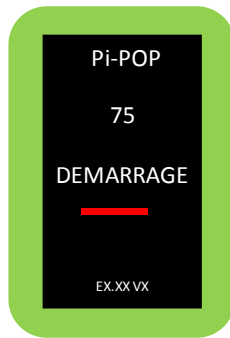

Figure 7.1 : Écran de démarrage obtenu après avoir pédalé 2-3 minutes avec un vélo totalement déchargé.
- 2) Vous devez voir s'afficher le mot « démarrage » sur l'écran (figure 7.1).